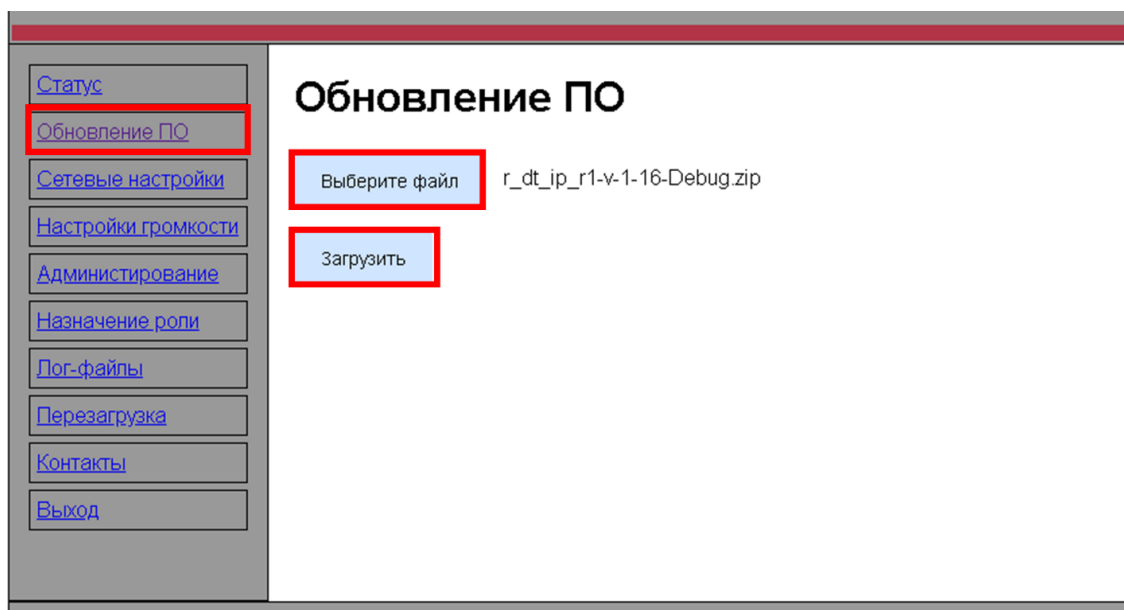

Рисунок 3– Вкладка «Обновление ПО» веб-интерфейса устройства
3.5 Во вкладке «Обновление ПО» указать файл обновления ПО и нажать кнопку «Загрузить» (рисунок 3).